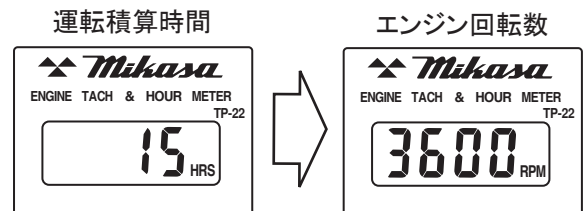

図 25
6. エンジンが動いていない時はアワータコメーターは「運転積算時間」を表示しています。エンジンが始動すると「エンジン回転数」の表示に変わります。(図25)